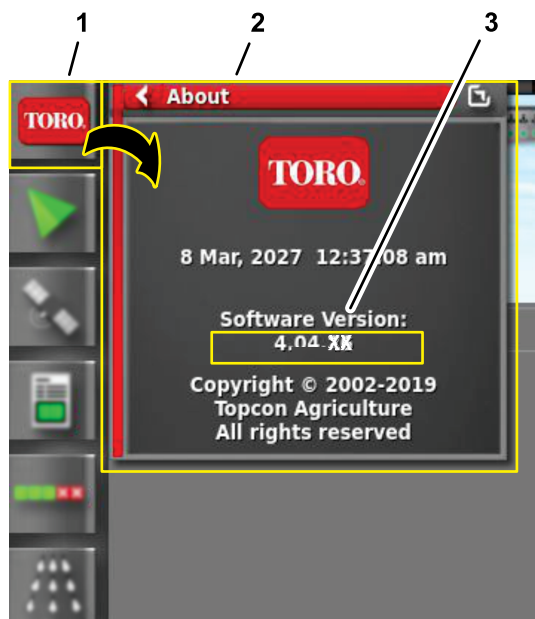

Рисунок 269
2. Нажмите значок ABOUT (О МАШИНЕ) (Toro) в верхнем левом углу управляющей консоли (Рисунок 269).